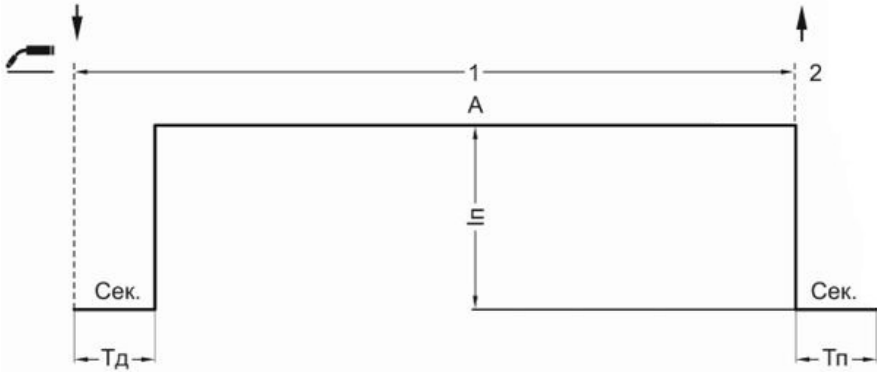

Рис. 7.2.1. Режим работы аппарата 2Т.
**Двухтактный режим (2Т)** рекомендуется использовать при длине сварочных швов до 200 мм (см. рис. 7.2.1).